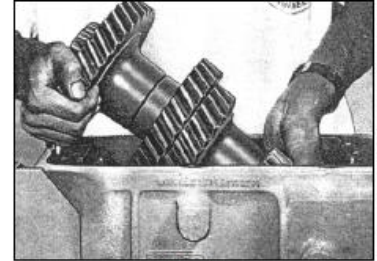

РИС. 232
- 4) Установите внутренние кольца обоих конических подшипников с помощью спец. инструмента 2505 5890 8401 на промежуточный вал (см. рис. 232).